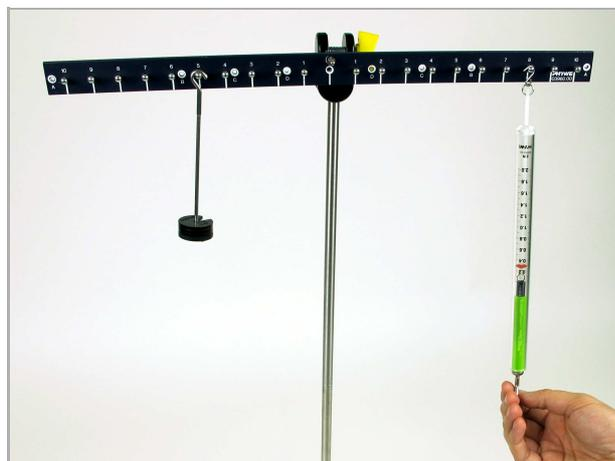

Abb. 10
3. Hänge nun den Gewichtsteller mit 3 Gewichten weiter nach innen auf Position "5" (Abb. 10).